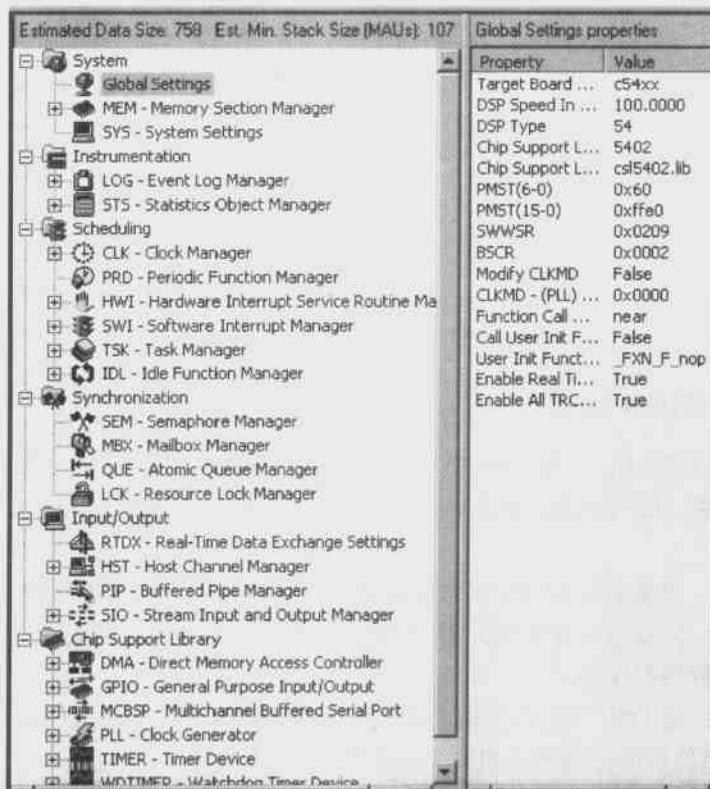

图 7.2 DSP/BIOS 配置窗口
(1) 如果要在 CCS2 中使用 DSP/BIOS 配置工具, 则在 File 菜单中执行 New→DSP/BIOS Configuration 命令。
(2) 如果要作为一个单独的程序运行 DSP/BIOS 配置工具, 则直接在“开始”菜单中, 选择 Programs→Texas Instruments→Code Composer Studio Configuration Tool 项, 便可以打开配置窗口。配置窗口与 Windows 资源管理器具有很相似的界面, 如图 7.2 所示。